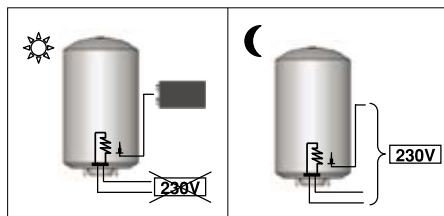

Рис. 12. Модель PROfessional TECH: источник питания ночного времени + аккумуляторные батареи
- Нагревательный элемент: источник питания в ночное время (при особом или двойном тарифе на электроэнергию) (рис. 12).